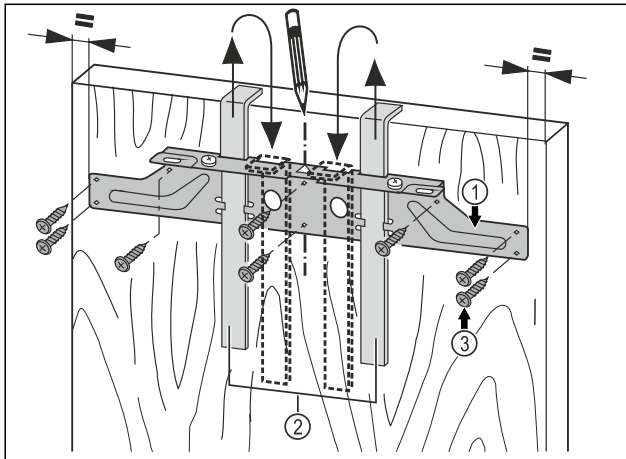

Fig. 19
- ▶ Häng upp monteringstraversen Fig. 19 (1) med monteringshjälpmedlen Fig. 19 (2) på möbeldörrens insida.
- ▶ Rikta in monteringstraversen Fig. 19 (1) i dörrens mitt.
- ▶ Skruva fast monteringstraversen Fig. 19 (1) med minst 6 skruvar Fig. 19 (3).
- ▶ Skruva fast monteringstraversen Fig. 19 (1) med minst 4 skruvar Fig. 19 (3) vid kanten.
- ▶ Dra ut monteringshjälpmedlen Fig. 19 (2) uppåt, vrid dem och sätt in dem i bredvidliggande öppningar.